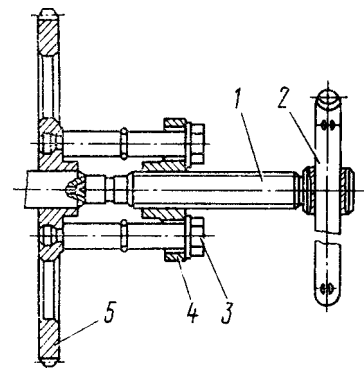

Рис. 99. Снятие ведомой шестерни привода масляного насоса съемником И801.02.000: 1 - винт; 2 - рукоятка; 3 - болт; 4 - траверса; 5 - шестерня
- снимите шестерню 4 масляного насоса съемником И80 1.02.000 (рис. 99), для этого болты 3 сверните до упора их в шестерню 5, винт 1 уприте в